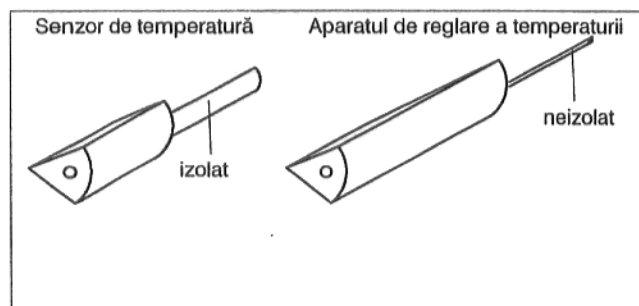

Fig. 41
### Legendă la Fig. 41:
- TH = Termometru (Sensor de temperatură, Fig. 41)
- TR = Aparat de reglare a temperaturii (Fig. 41)